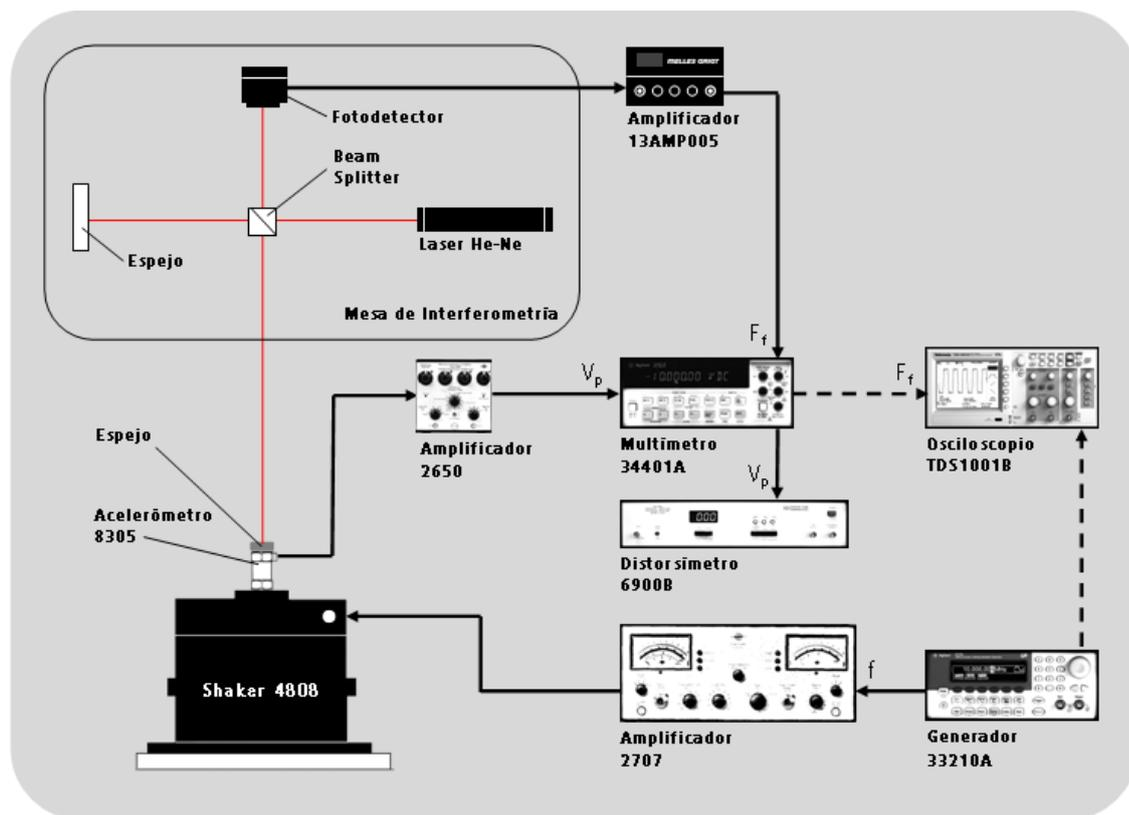

Figura 1. Diagrama de las conexiones para el Método de Conteo de Franjas
**6.3.3.** Para las mediciones entre 50 Hz y 800 Hz, se emplea el método de Conteo de franjas (Método 1 de la norma ISO 16063/11, punto 7), conectando los instrumentos y los elementos del interferómetro según el diagrama de la figura 1